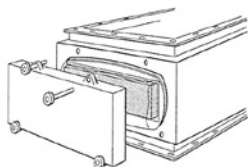

Fig. 2
4. Estrarre il filtro, facendolo scorrere all'interno del sacco appoggiandolo a terra o su un piano (Fig. 2)